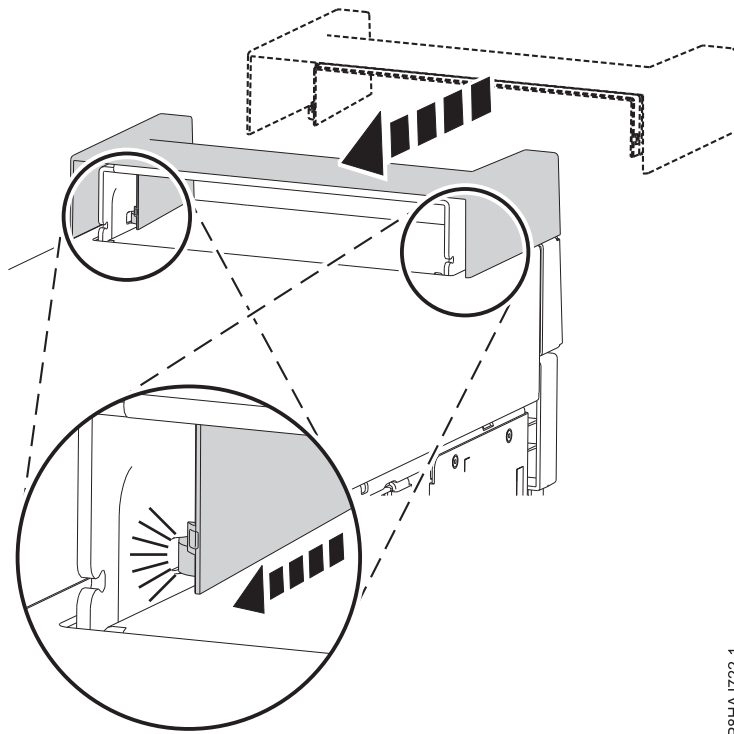

Figura 37. Fijación de la tapa de asa en un sistema 8286-41A autónomo
1. Fije la tapa de asa en la estación de acoplamiento RDX interna (FC EUA3) deslizando hacia la parte posterior del sistema. Consulte la Figura 37.